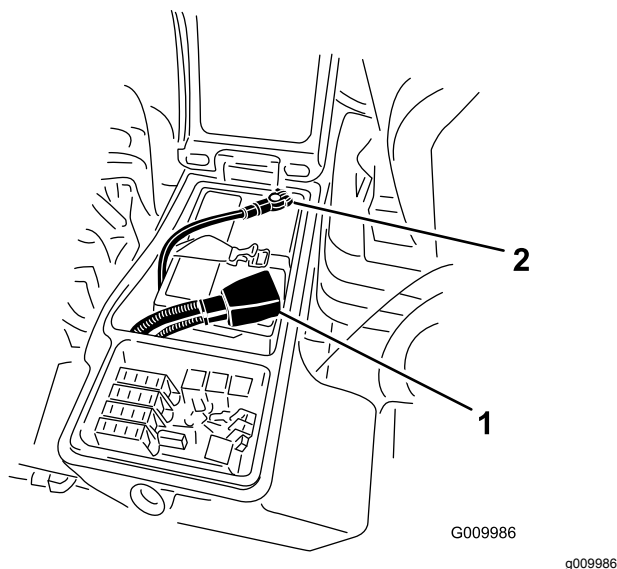

Figure 37
4. Raccordez le câble positif (rouge) de la batterie à la borne positive (+) et le câble négatif (noir) à la borne négative (-) (Figure 37). Fixez les câbles aux bornes avec les vis et les écrous. Assurez-vous que le collier du câble positif (+) est bien engagé sur la borne de la batterie et que le câble est placé tout près de la batterie. Le câble ne doit pas toucher le couvercle de la batterie. Placez le capuchon en caoutchouc sur la borne positive pour éviter les courts-circuits.